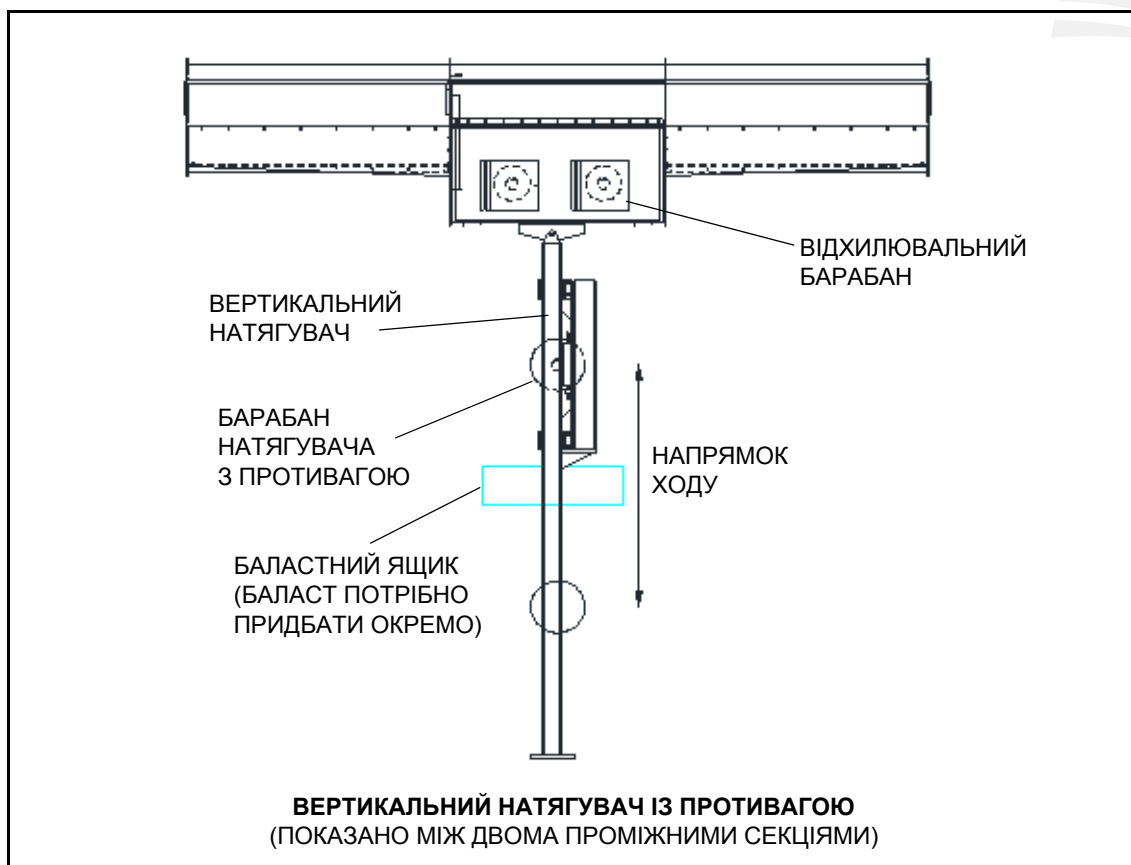

Рис. 3.11
1. Установіть вертикальний натягувач із противагою як показано на Рис. 3.11. Див. загальне компоновальне креслення.